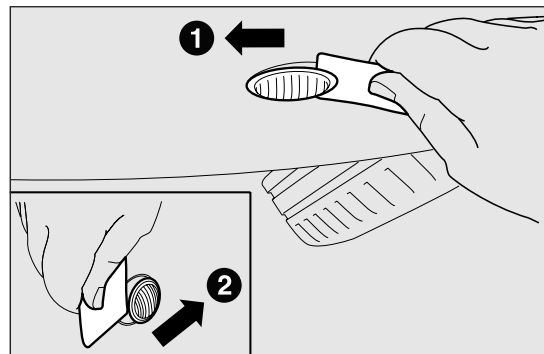

fig. 112
- fare leva sul trasparente agendo inizialmente dalla parte anteriore verso la parte posteriore (1 - fig. 112);
- successivamente fare leva in direzione opposta agendo dalla parte posteriore (2 - fig. 112) ed estrarre il gruppo B;